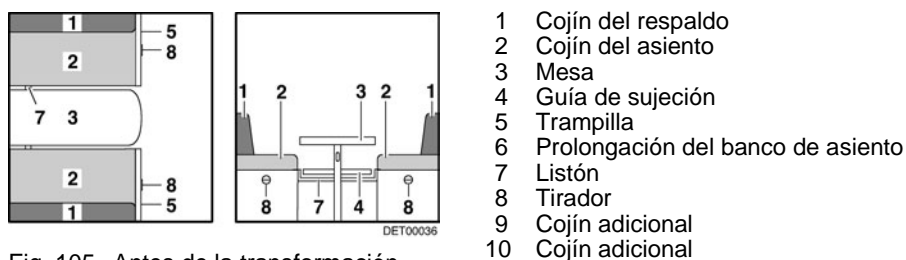

Fig. 105 Antes de la transformación
- Ampliar la mesa (Fig. 105,3) y transformarla en base de cama (véase apartado 7.7).
- Meter el listón (Fig. 105,7) o tirarlo hacia dentro. El listón tiene la posición correcta cuando soporta el tablero de mesa aprox. 15 - 20 cm detrás de la pata de mesa.
- Tirar del asidero (Fig. 105,8) y abrir la trampilla (Fig. 105,5).